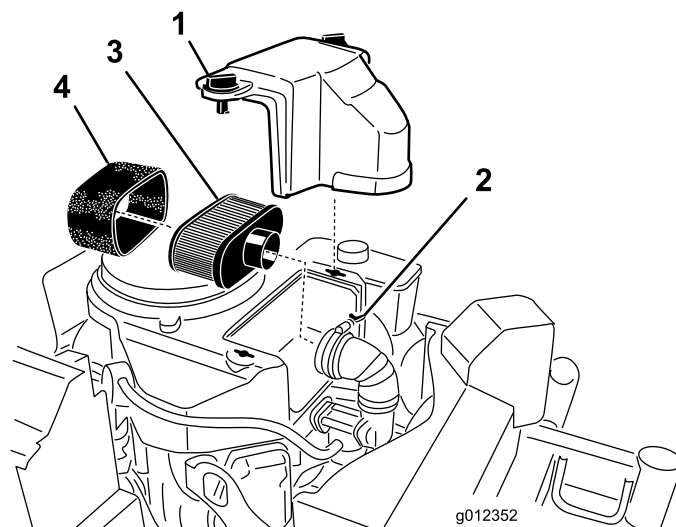

Figure 43
3. Nettoyez la surface autour du filtre à air pour éviter que des impuretés n'endommagent le moteur en tombant à l'intérieur (Figure 43).
4. Dévissez les boutons du couvercle et déposez le couvercle du filtre à air (Figure 43).
5. Dévissez le collier et déposez l'ensemble filtre à air (Figure 43).
6. Sortez délicatement l'élément en mousse de l'élément en papier (Figure 43).